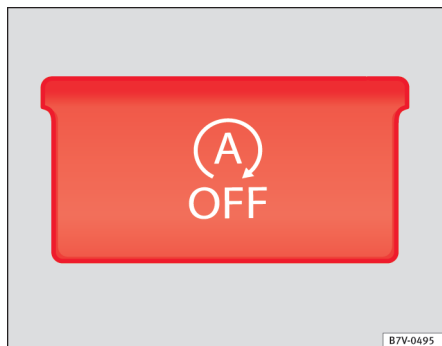

Fig. 139 Detalle de la consola central: tecla para el funcionamiento Start-Stop.
- Pulse la tecla  en la consola central ⇒ fig. 139.